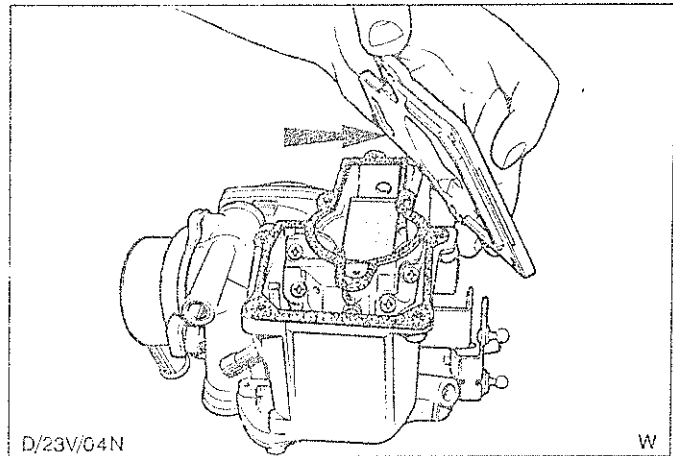

Abb.42 Vergaserdeckel abnehmen
2. Schrauben (7) entfernen und Vergaserdeckel abheben. Dichtung entfernen, Abb.42.